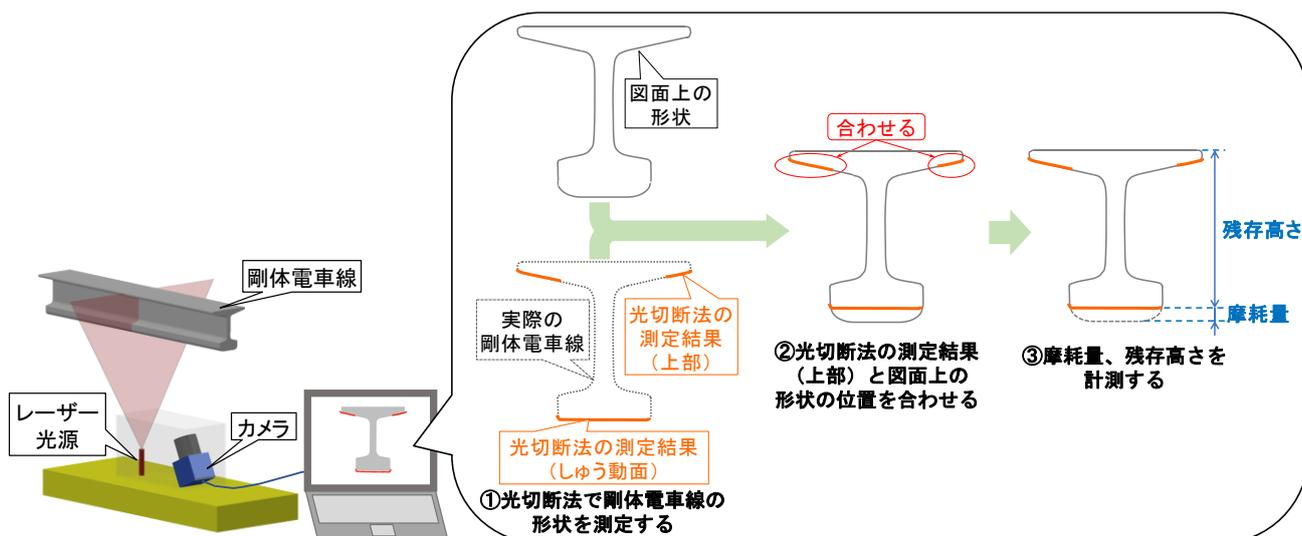

図3 剛体電車線摩耗計測装置の概要と形状の計測方法
- 本装置では光切断法で剛体電車線の形状を測定し、図面上の形状としゅう動面の位置から摩耗量や残存高さを計測します（図3）。